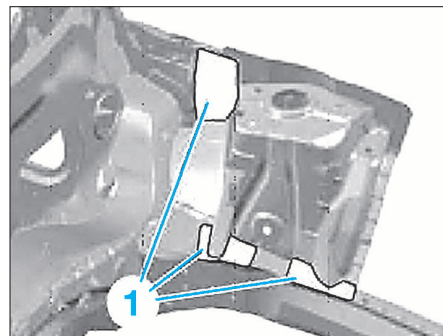

FIG. 5
- Meuler les cordons de soudure dans la zone (1) (Fig.5).